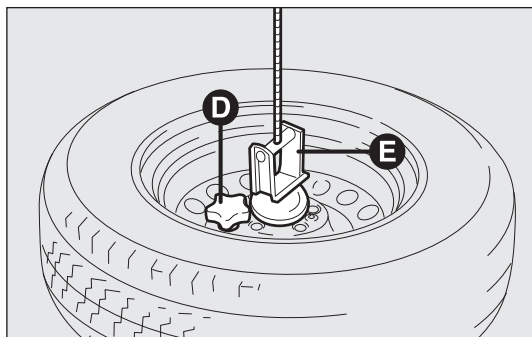

fig. 164
- ❑ Skruva loss fästknoppen D-fig. 164 och lossa hjulet genom att dra ut hållaren E.
- Häng upp hjulet som har bytts upp på hållare E-fig. 164 och dra åt knapp D.